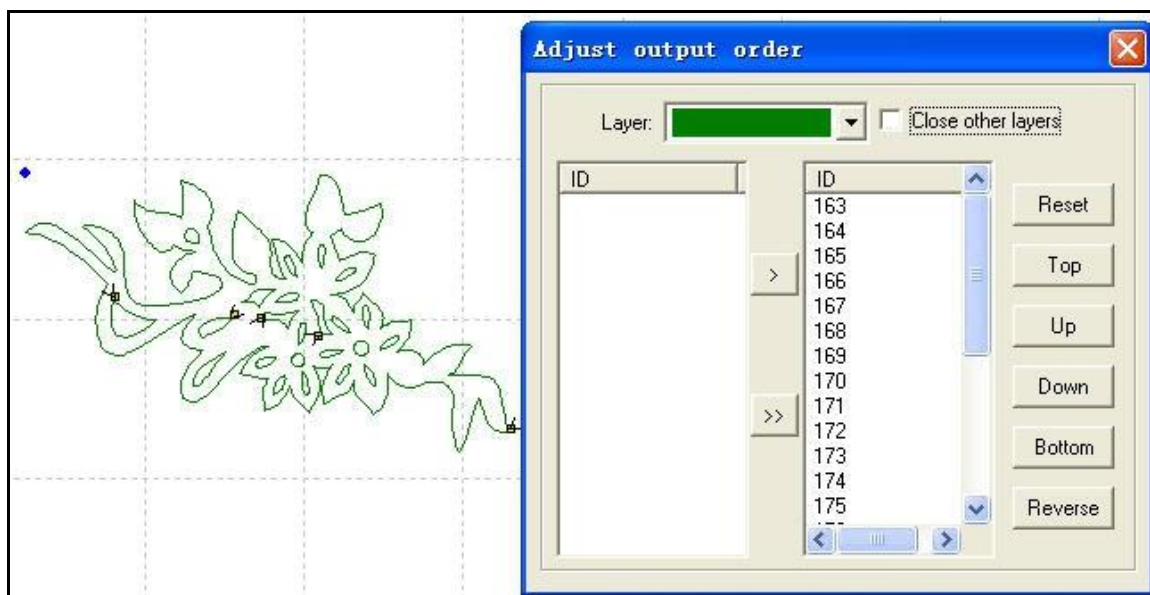

Рисунок 14. Определение порядка вывода слоев графики
**Порядок вывода (Output order).** Этот инструмент позволяет задать последовательность обработки графических объектов вашего проекта (рисунок 14). Каждый идентификатор представляет отдельный графический объект, меняя их положение, вы меняете последовательность их обработки.